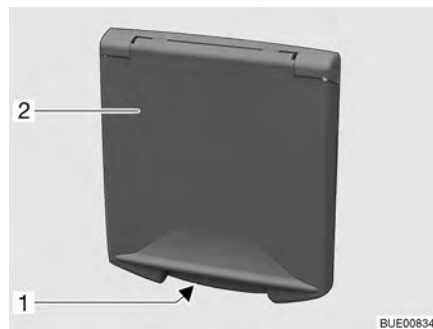

Bild 37 Trycklås servicelucka
- Stick in nyckeln i låscylindern i trycklåset (Bild 37,1) och vrid ett kvarts varv. Trycklåset är låst.
- Stick in nyckeln i låscylinern i trycklåset (Bild 37,1) och vrid ett kvarts varv. Trycklåset är låst.